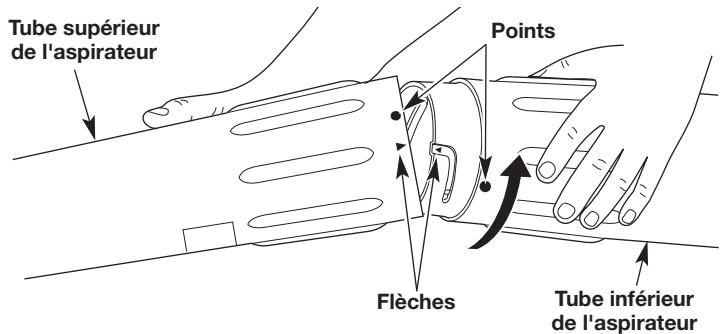

Fig. 5
1. Alignez la flèche du tube inférieur de l'aspirateur avec la flèche sur le tube supérieur (Fig. 5).
2. Insérez le tube inférieur de l'aspirateur dans le tube supérieur de l'aspirateur (Fig. 5).
3. Tournez le tube inférieur de l'aspirateur dans le sens horaire avec les deux mains jusqu'à ce qu'il s'enclenche (Fig. 5).
REMARQUE : si correctement assemblé, le point du tube inférieur de l'aspirateur doit s'aligner avec le point du tube supérieur (Fig. 5).